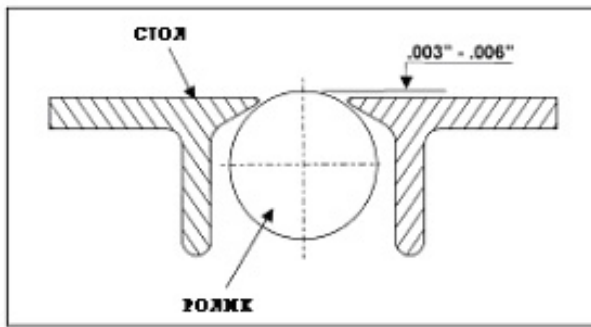

Рис. 13
**ПРИМЕЧАНИЕ:** Когда поднимаете ролики над столом, допустимый диапазон от 0.003" до 0.006". См. Рис. 13.